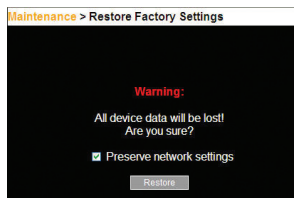

Figure 23 Rétablissement des paramètres par défaut
1. Dans le menu, sélectionnez « Restore Factory Settings » (Rétablir les paramètres par défaut). La page de restauration des paramètres par défaut apparaît (voir la Figure 23).